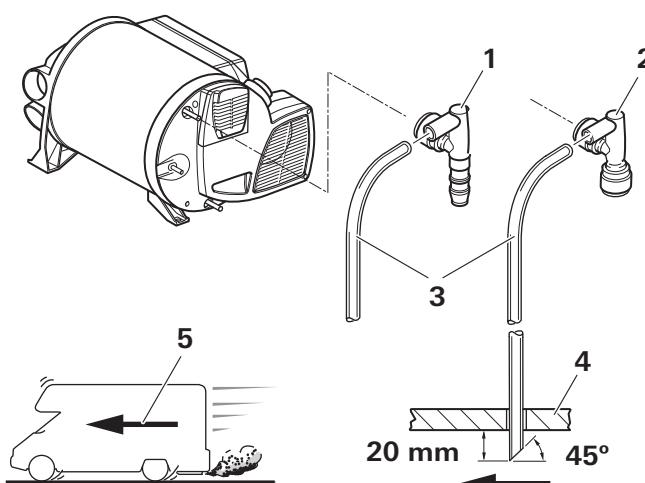

Figura 35
- Far passare il tubo flessibile di aerazione in un foro nel pianale del veicolo e tagliare circa 20 mm al di sotto del pianale con un'inclinazione di 45° rispetto alla direzione di marcia (Figura 35).
- Sigillare la fessura tra il tubo flessibile e il foro dal basso con sigillante plastico per carrozzeria (Figura 35).